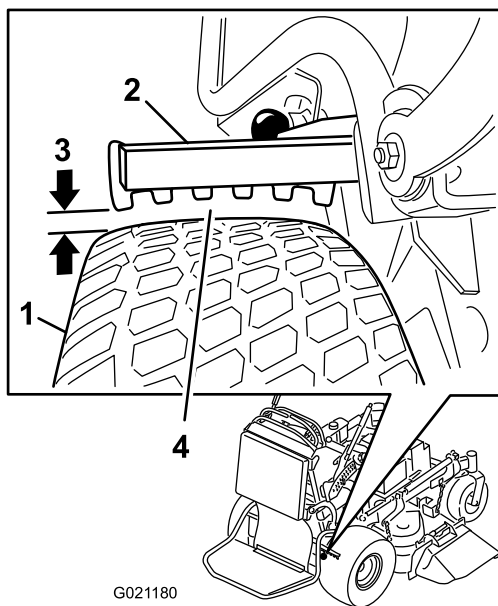

Figura 60
5. Ajuste la horquilla (Figura 60).